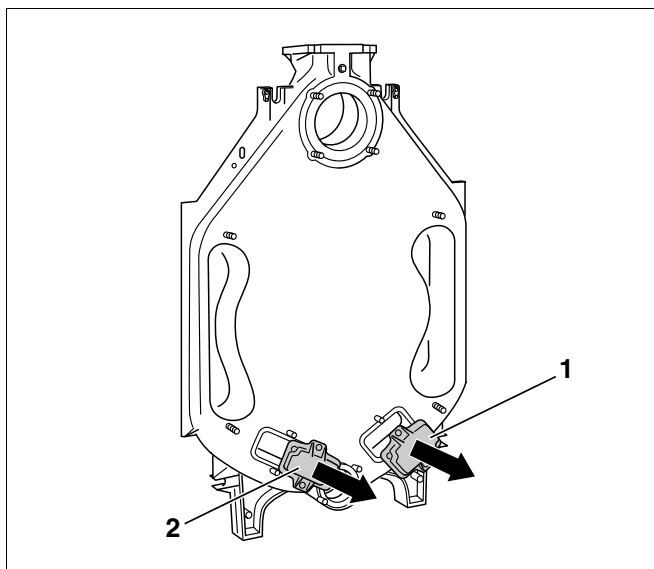

Fig. 10 Afmontering af rensedækslerne
- Skru rensedækslerne af bagelementet (fig. 10, pos. 1 og 2).